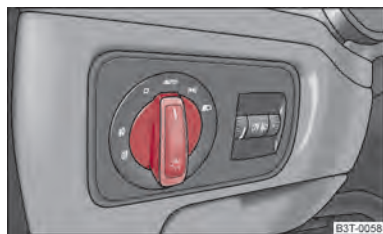

Fig. 35 Cuadro de interruptores: Conmutador luz
- Gire el conmutador de luces ⇒ fig. 35 hasta la posición **AUTO**.
- Gire el conmutador de luces → fig. 35 hasta la posición **AUTO**.